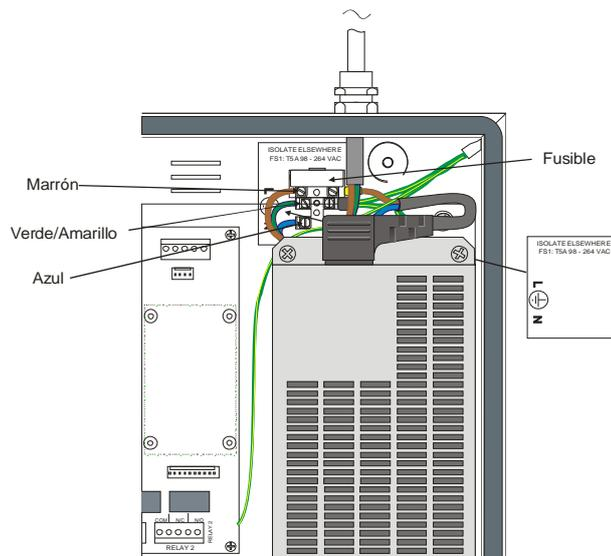

Figura 5 – Alimentación principal ZX1Se / ZX2Se
- Los paneles ZX1Se y ZX2Se reciben alimentación de una fuente externa de 115V - 230V, 50Hz. La corriente fluye a través de un fusible instalado en la parte posterior de la cabina. La tensión de la alimentación principal se convierte en baja tensión de seguridad (SELV). La ubicación de la etiqueta con los valores de alimentación se muestra en la Figura 5.